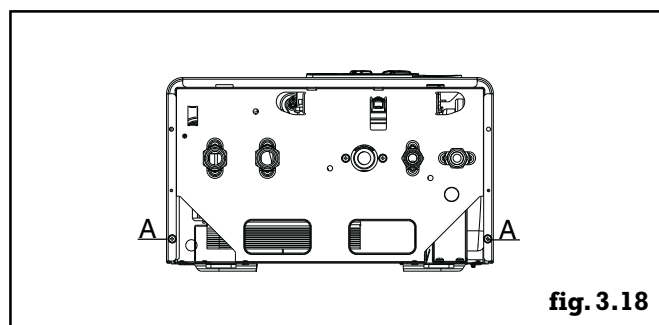

fig. 3.18
- retirer les 2 vis (A) de fixation de l'habillage (fig. 3.18)